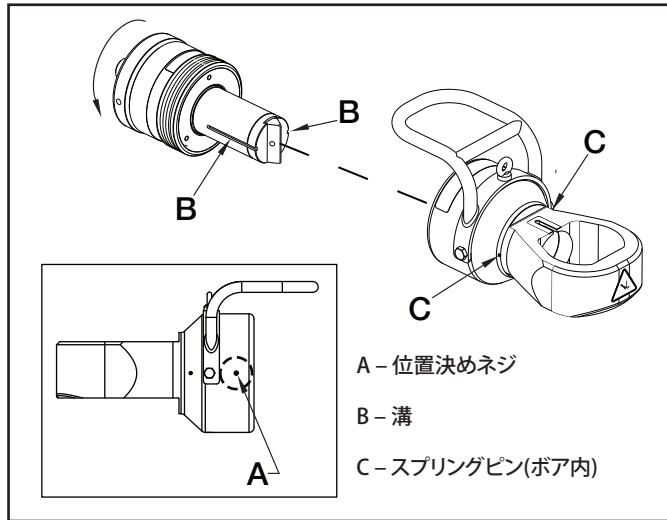

図3、シリンダおよび切断ヘッドの組み立て
2. 切断ヘッドバレルのプラスチック位置決めネジを緩めます(図3、部品A)。
3. シリンダをヘッドに挿入して、切断ヘッドボアのスプリングピン(図3、部品C)で軸スロットをブレードホルダに位置合わせします(図3、部品B)。位置合わせ後、シリンダを図示された方向に回してネジ部をねじ込みます。
3. 切断ヘッドバレルのプラスチック位置決めネジが締め付けられていれば緩めます。図 3 の部品Aを参照してください。
3. 切断ヘッドのバレル部分にあるプラスチック位置決めネジが締め付けられていれば、緩めます。図 3 の部品Aを参照してください。